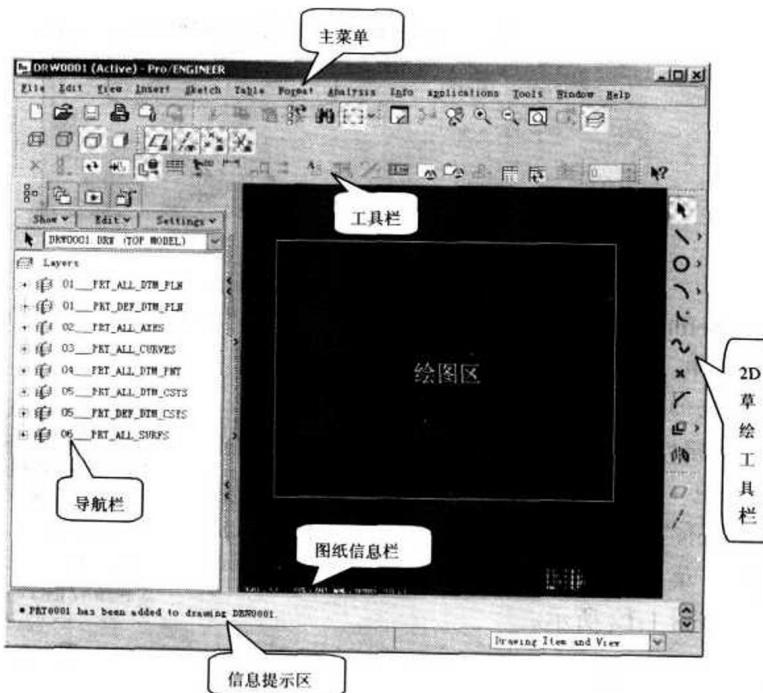

图 1-9
- ⇒ [选择“Empty (空)”选项，其他为默认选项，单击OK按钮，进入Pro/ENGINEER Wildfire 工程图的工作界面，如图 1-9 所示。]